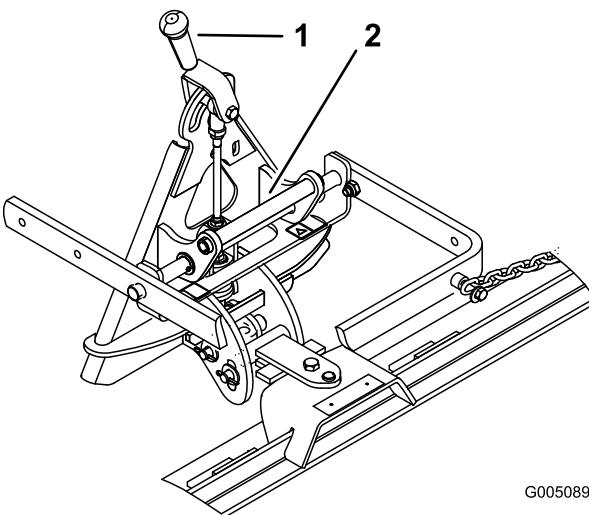

Figure 14
1. Faites pivoter le levier de verrouillage vers la gauche (Figure 14).
3. À l'aide de la poignée, soulevez et basculez l'accessoire en arrière (Figure 14).